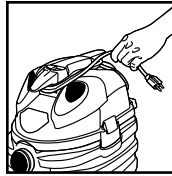

FIGURA 18
43. El cable de energía puede ir enrollado alrededor de los soportes de enrollado de cable de la parte superior de la cubierta del depósito que están ubicados en la parte frontal y por detrás de la manija. **FIGURA 18.**